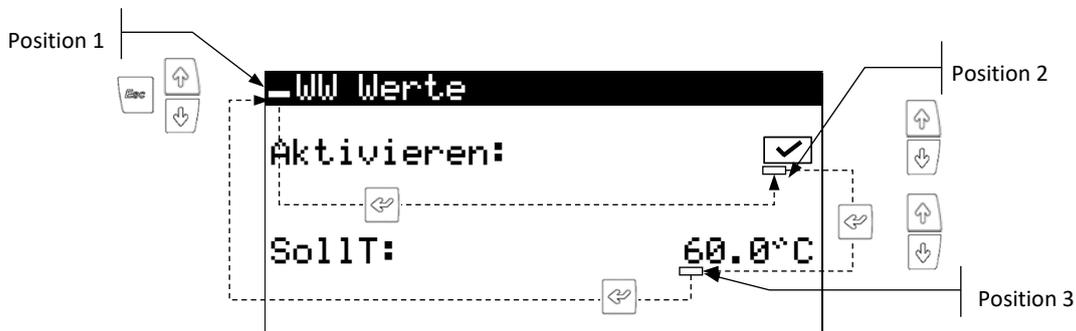

Abbildung 3.4. Parametereinstellung in den Menüs
1. Suchen Sie den Bildschirm, auf dem sich der zu ändernde Parameter befindet (Abbildung 3.4).